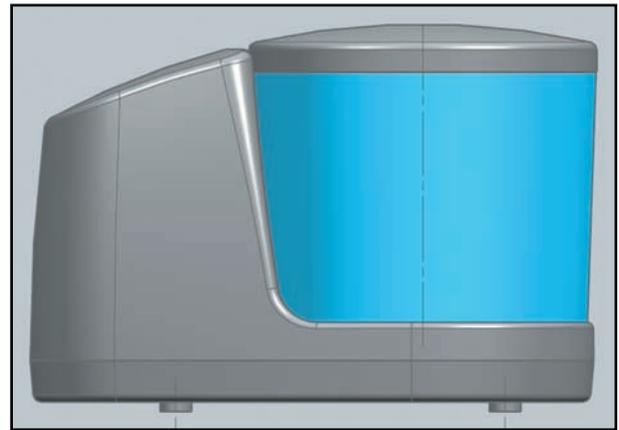

Рисунок 9.17. Режим закрашки
- Поменяйте значение опции на **Полная закрашка (Fully Shaded)** и нажмите **Применить**. Компоненты, отображенные на виде, будут закрашены согласно цветам исходных компонентов (рис. 9.17).